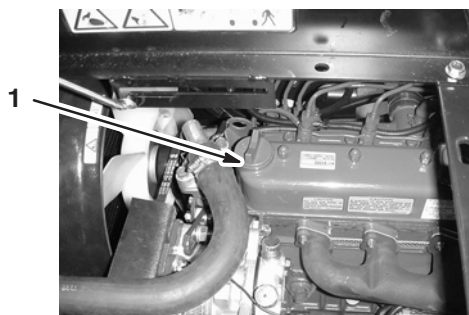

Bild 34
13. Entfernen Sie den Ölfülldeckel und gießen Sie ungefähr 80 % der angegebenen Ölmenge langsam in den Einfüllstutzen ein (Bild 34).